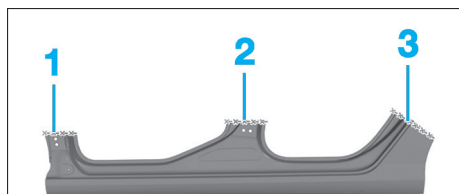

FIG. 108
- Tracer puis découper la pièce neuve selon les lignes (1), (2) et (3) (Fig.108).